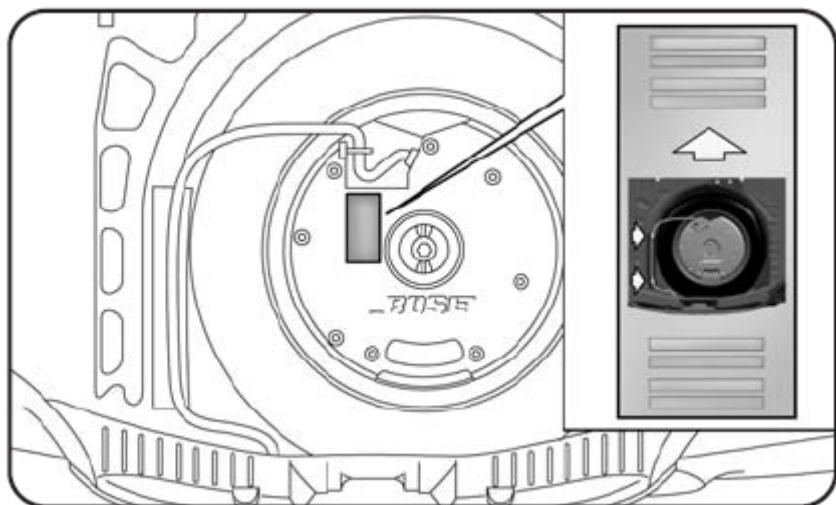

Рис. 11
- установить на место поддон и положить на него Subwoofer, его надо аккуратно установить, как указано на поддоне (рис. 11) так чтобы надпись BOSE была читаема и установлена ровно;